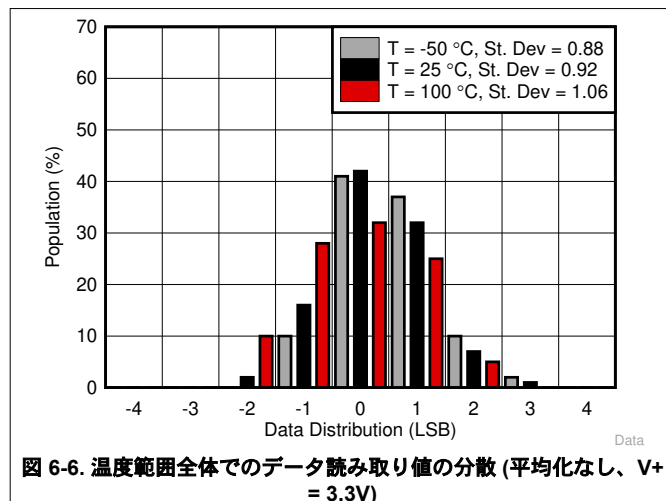
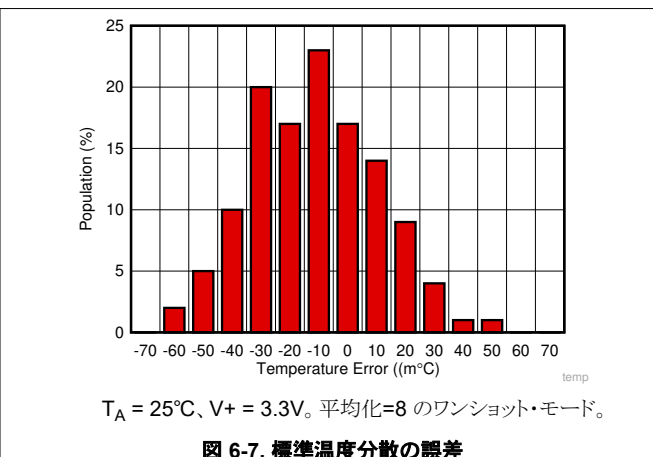

図 6-6. 温度範囲全体でのデータ読み取り値の分散 (平均化なし、 $V_+ = 3.3\text{V}$ )
図 6-7. 標準温度分散の誤差
**AVG[1:0]** ビットによって、複数の温度変換の平均値を報告するようにデバイスを構成し、変換結果のノイズを減らすことができます。**AVG** を **01** に設定して平均化を実行するよう **TMP117** を構成すると、デバイスは最高 **8** 回までの設定された回数だけ変換を実行します。デバイスはこれらの変換結果を累積し、プロセスの終了時に収集されたすべての結果の平均値を報告します。図 6-6 および 図 6-7 のノイズ・ヒストグラムに示すように、温度結果の出力では、平均化が行われていないときは約  $\pm 3\text{LSB}$ 、**8** 回の平均を実行するようにデバイスが構成されているときは  $\pm 1\text{LSB}$  の再現性が得られます。